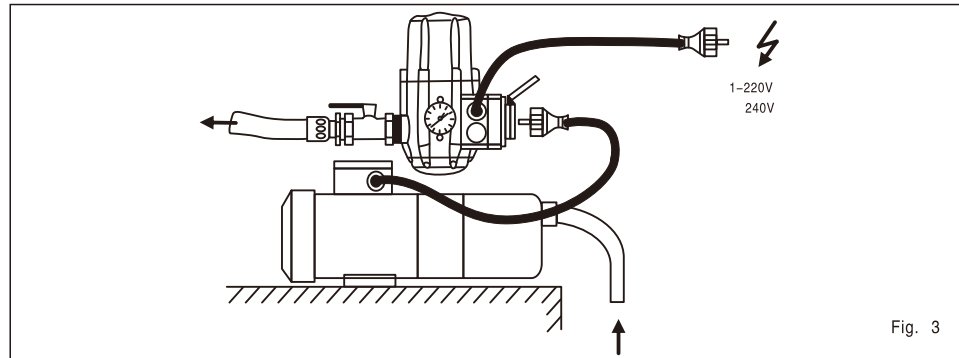

Fig. 3
⚡ CONEXIÓN ELÉCTRICA(Fig.3)
Comprobar que la tensión de red sea la que se indica en el aparato. Conectar la bomba al **PRESMGUT** (enchufe hembra SCHUKO) y este a la línea eléctrica según Fig.3.
- d) Conexión eléctrica errónea:Verificar las conexiones según se indica en la Fig.3
- b) Bomba bloqueada: Indicador luminoso(FAILURE)encendido,ha funcionado el sistema de seguridad. Al actuar sobre el pulsador de arranque manual (RESET)EL indicador luminoso (ON)se enciende pero la bomba no se pone en marcha: Contactar con el servicio técnico.
ELECTRICAL CONNECTION(Fig.3)
Make sure that the mains voltage matches the nameplate data. Connect the pump to the **PRESMGUT** unit (SCHUKO integrated socket) and connect this unit to the mains as shown in Fig.3.
- d) Incorrect electric connection:Verify the connections according to Fig.3.
- b) Pump is blocked: LED(FALURE)is on,the security system is activated. When we act on the manual start switch (RESET) the LED (ON) is activated but the pump does not work: Consult your dealer.